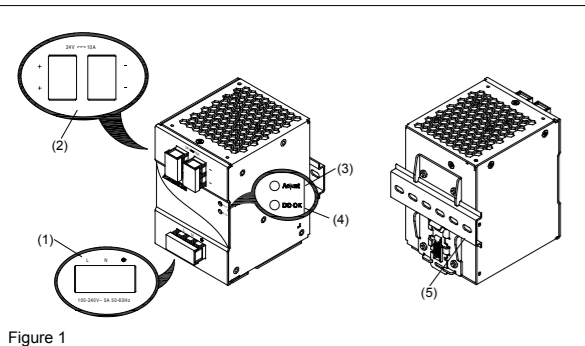
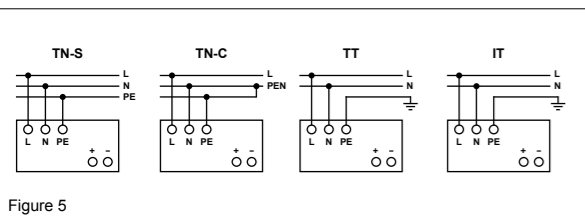

Figure 1
Figure 5
### 2. Gerätebeschreibung (Abb. 1)
### 5.1. Anschluss der Eingangsklemmen (Abb. 1, Abb. 5)
### 5.2. Anschluss der Ausgangsklemmen (Abb. 1 (2))
Verwenden Sie die Schraubklemmen „+“ und „-“, um den 24Vdc-Anschluss herzustellen. Am Ausgang stehen 24Vdc zur Verfügung. Die Ausgangsspannung kann am Potentiometer zwischen 22 und 28Vdc eingestellt werden. Die grüne LED „DC OK“ zeigt die korrekte Funktion des Ausgangs an (Abb. 1 (4)). Das Gerät verfügt über einen Kurzschluss-, Überlast- und Überspannungsschutz, der auf 35Vdc begrenzt ist.